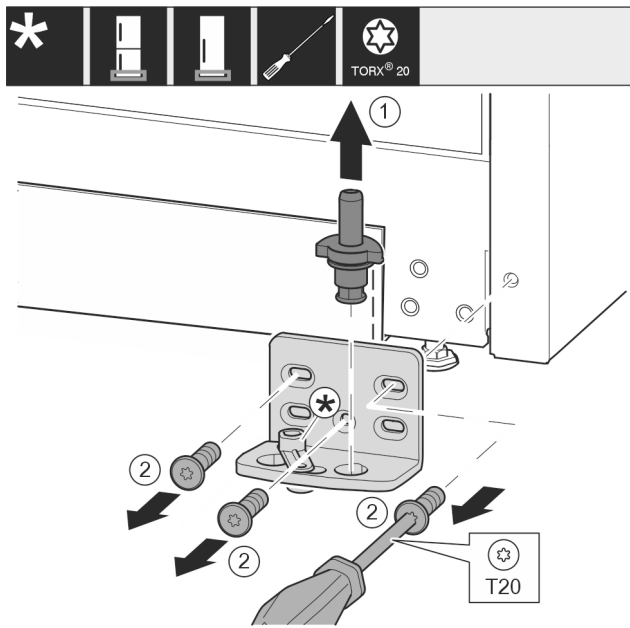

Fig. 16
- Lagerbolzen Fig. 16 (1) komplett nach oben herausziehen.
- Schrauben Fig. 16 (2) mit Schraubendreher herausdrehen und Lagerbock abnehmen.